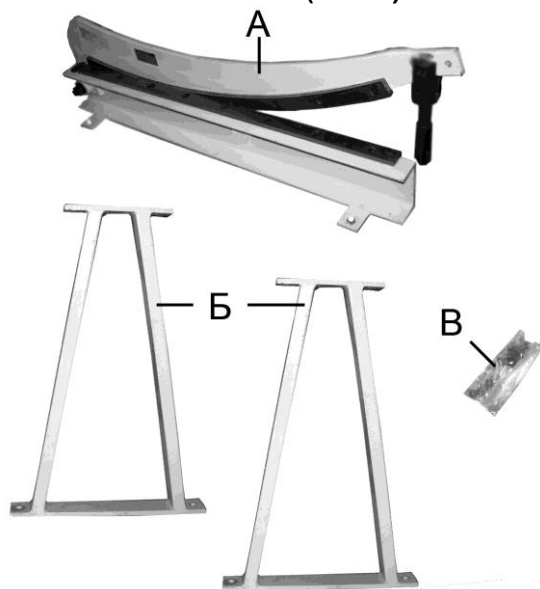
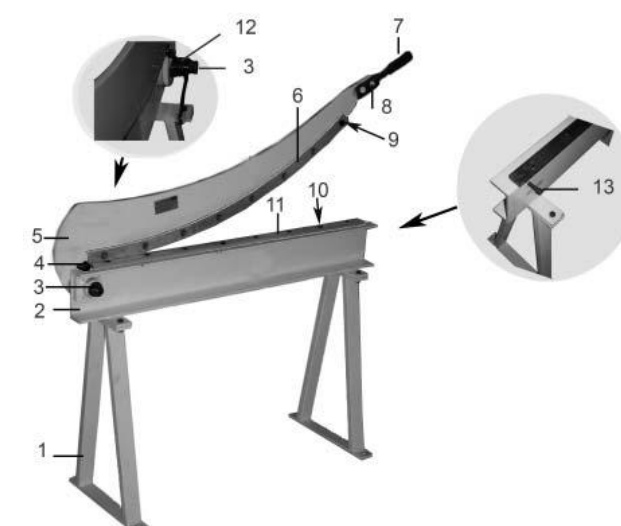

Рис. 1
Рис. 2
3. КОМПЛЕКТНОСТЬ (Рис. 1)
6. УСТРОЙСТВО (Рис. 2)
Через четыре отверстия надежно соедините раму (2) с двумя опорами (1) (Рис. 2), используя крепеж В (Рис. 1). Надежно закрепите ручку (7) на рычаге (5) с помощью двух винтов (8) (Рис. 2).
Надежно закрепите станок на прочной и устойчивой рабочей поверхности верстака с помощью болтовых соединений (не комплектуется) через четыре монтажных отверстия в опорах (1) (Рис. 2).
9. РАБОТА (Рис. 2)
10.1.2. Заменяйте изношенные детали по мере необходимости. Следите за состоянием возвратной пружины (12) (Рис. 2).
10.1.3. Рабочие ножи (6) и (11) (Рис. 2) должны быть чистыми, слегка смазанными маслом.
10.1.5. Перед началом работы и после окончания рекомендуется добавить несколько капель масла в зону сопряжения рычага (5) с рамой (2) и осью (3) (Рис. 2).
10.2. Замена ножей (Рис. 2)